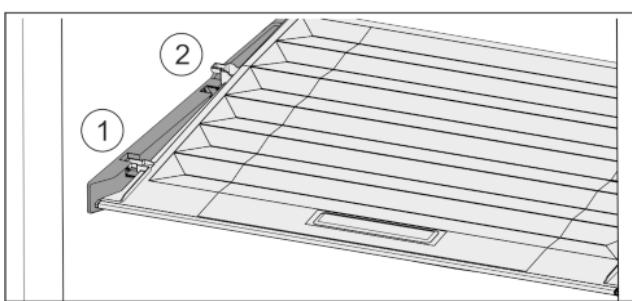

Fig. 35
- Veko potiahnite dopredu až k otvoru v prídržných dieloch Fig. 35 (1).
- Vzadu ho nadvhynite zospodu a zložte smerom nahor Fig. 35 (2).